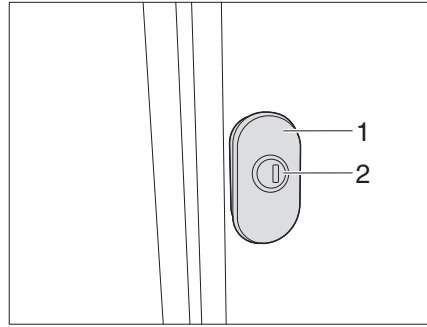
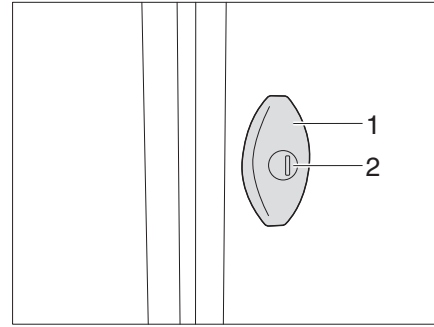

Fig. 30 Manopola di chiusura girevole (variante 1)
Fig. 31 Manopola di chiusura girevole (variante 2)
- Inserire la chiave nel cilindro della serratura (Fig. 30/ Fig. 31,1) e ruotare di un quarto di giro. La serratura dello sportello è sbloccata.
- Tirare la manopola di chiusura girevole (Fig. 30/ Fig. 31,2) e ruotare di 180° in senso antiorario. Lo sportello esterno è aperto.